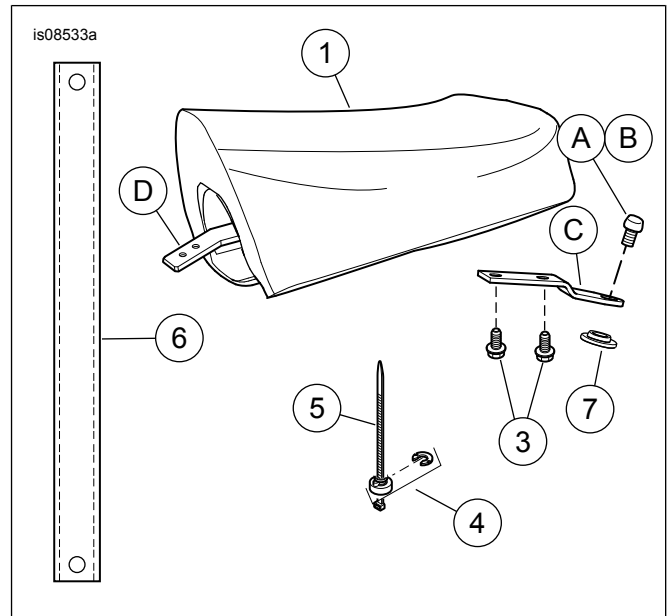

Figure 5. Pièces de rechange : Siège du passager XL
Voir Figure 5 et Tableau 1.
8. Voir Figure 5. Installer le nouveau support de selle (2). Fixer avec les vis (3). Serrer à un couple de 4,5–6,8 N·m (40–60 in-lbs).